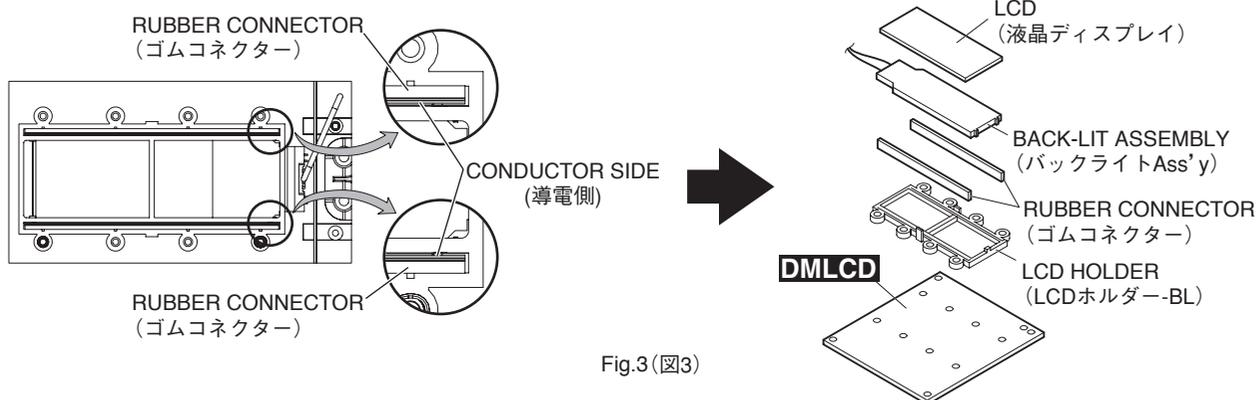

Fig.3(図3)
3-3 Remove the LCD holder and rubber connector. (Fig. 3)
3-4 Remove the back-lit assembly. (Fig. 3)
3-5 Remove the LCD. (Fig. 3)
* **When attaching the rubber connector, set the conductive part to face inside. (Fig. 3)**
* **Avoid touching the conductive part of the rubber connector as much as possible. Should foreign matter or dirt adhere, remove such contamination using adhesive tape or the like. Do not wipe off using solvents such as benzene or alcohol. (Fig. 3)**
3-3 LCD ホルダーとゴムコネクタを外します。(図 3)
3-4 バックライト Ass'y を外します。(図 3)
3-5 液晶ディスプレイを外します。(図 3)
※ ゴムコネクタを取り付けるときは導電部を内側にしてください。(図 3)
※ ゴムコネクタの導電部には極力触れないようにしてください。異物、ごみ等が付着した場合は粘着テープ等を取り除き、ベンゼン・アルコール等の溶剤では拭かないでください。(図 3)